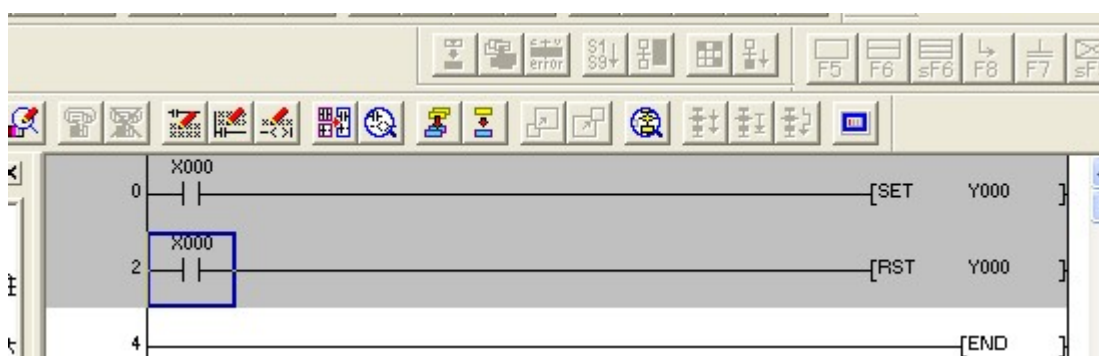

图 6-34 RST 电路编写
(3) 单击  符号编译写好的程序，转下图 6-34:
编写完毕转图 6-34 后用 PLC 学习机做实际测试。